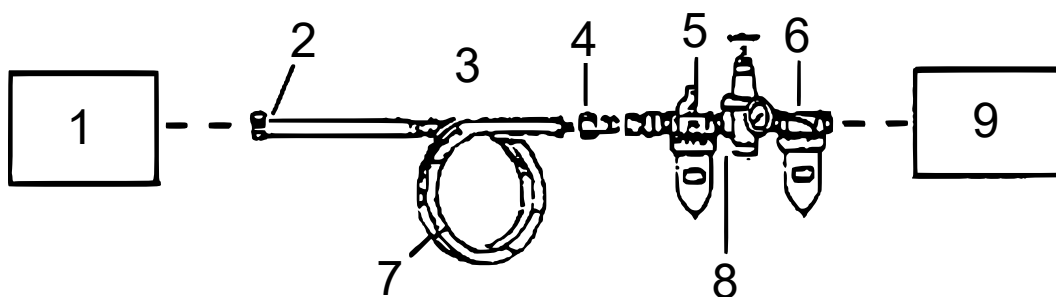

Figure 1
- Pour garantir le bon fonctionnement de l'outil, il faudrait installer un huileur, un régulateur et un filtre d'entrée (voir Fig. 1). Veuillez noter que l'huileur, le régulateur et le filtre ne sont pas compris dans la livraison.
- Sans système de graissage (voir Fig. 1), ajoutez quelques gouttes d'une huile pneumatique pour outils (non fournie) au raccordement de la conduite d'air. Après chaque heure d'utilisation continue, ajoutez-y quelques gouttes supplémentaires.